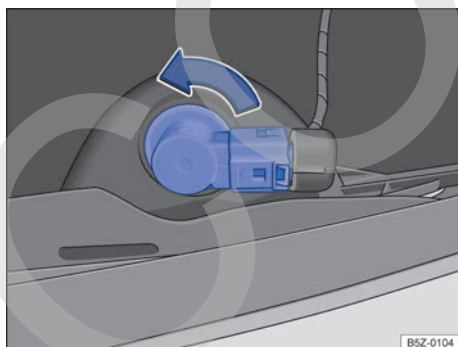

Fig. 176 Detrás del paragolpes trasero: acceso a la lámpara incandescente de la linterna de neblina (sólo lado izquierdo).
3. Gire el portalámpara → **fig. 176**, en sentido antihorario de la flecha y desenchájelo del alojamiento.